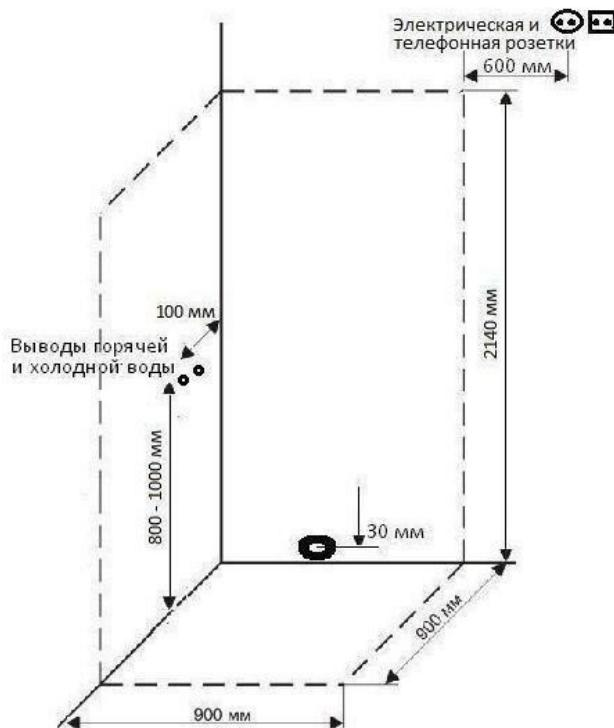

Рис.1
**ВНИМАНИЕ! Монтаж душевой кабины (гидромассажного бокса) производится только на полностью подготовленное место (рис. 1).**